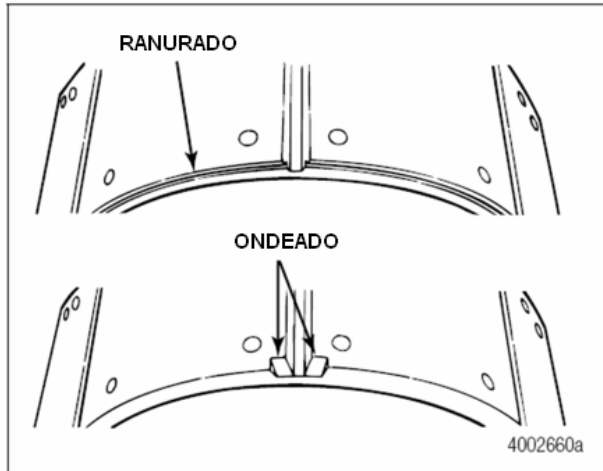

Figura 7.30
1. Algunos recubrimientos tienen ranuras en el borde del recubrimiento. Algunos recubrimientos son ondeados en las cuatro esquinas interiores. Figura 7.30